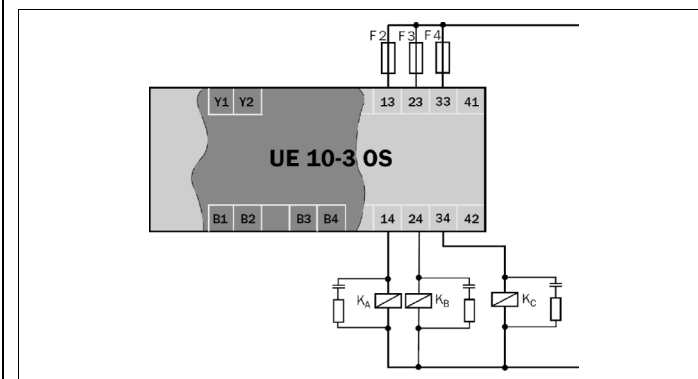

Fig. 2 : Schéma de base UE10-30S
- Pour empêcher que les contacts des relais intégrés ne se soudent, il faut installer dans les circuits une protection contre les surintensités protégeant des courts-circuits de 6A max. (classe de service gG) (cf. Fig. 2, sécurité des contacts de commande F2/F3/F4).